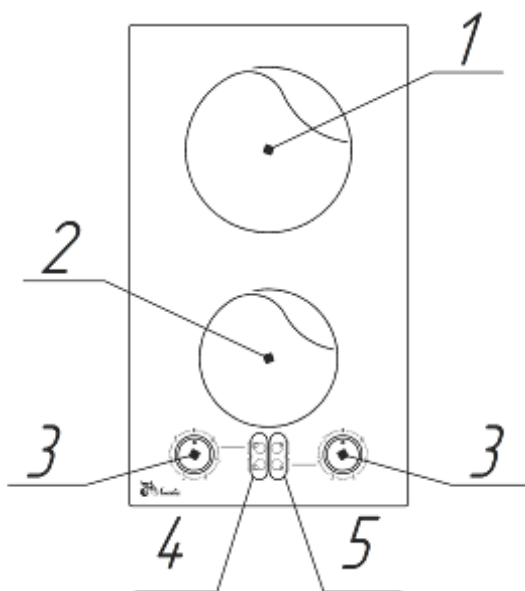

Рис. 3. Устройство варочной панели ПЭВ 20 С.
Расположение и назначение элементов варочной панели показано на Рис. 3. Символы на панели показаны условно. Ручки управления имеют круговое вращение.
На стеклокерамической поверхности (см. Рис. 3) расположены две зоны нагрева различного диаметра (1 – зона нагрева Ø180 мм и 2 – зона нагрева Ø140 мм), температура нагрева которых регулируется ручками переключателей (3). Так же имеется индикация включения зоны нагрева (4) и индикация остаточного тепла (5). Когда конфорка горячая, индикация включена.